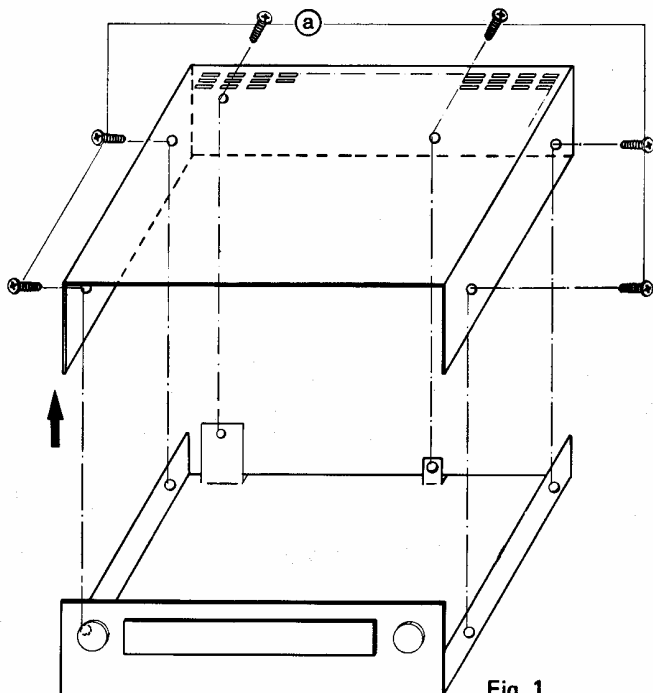

Fig. 1
- Soulever le boîtier supérieur (Fig. 1).